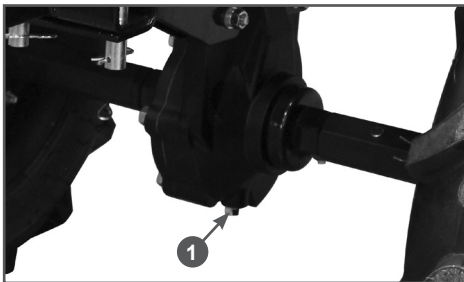

Рис. 26 Замена трансмиссионного масла
3. Открутите сливной болт 1 редуктора и слейте масло в специально подготовленную для этого емкость (Рис. 26).